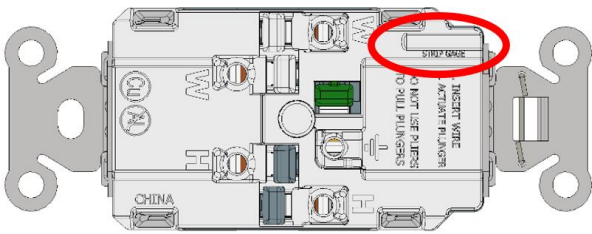

Fig. 5
- Strip conductor according to the strip gage in Fig. 5 (9/16”).
- Dénuder le conducteur selon le gabarit de dénudage de la Fig. 5 (9/16 po).
- 1. Pele el conductor según el calibre de pelado de la Fig. 5 (9/16").